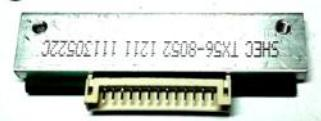

Рис. 7.23
7.6.4.2.5 Снять пластину 2. Отсоединить кабель от термоголовки (Рис. 7.23).